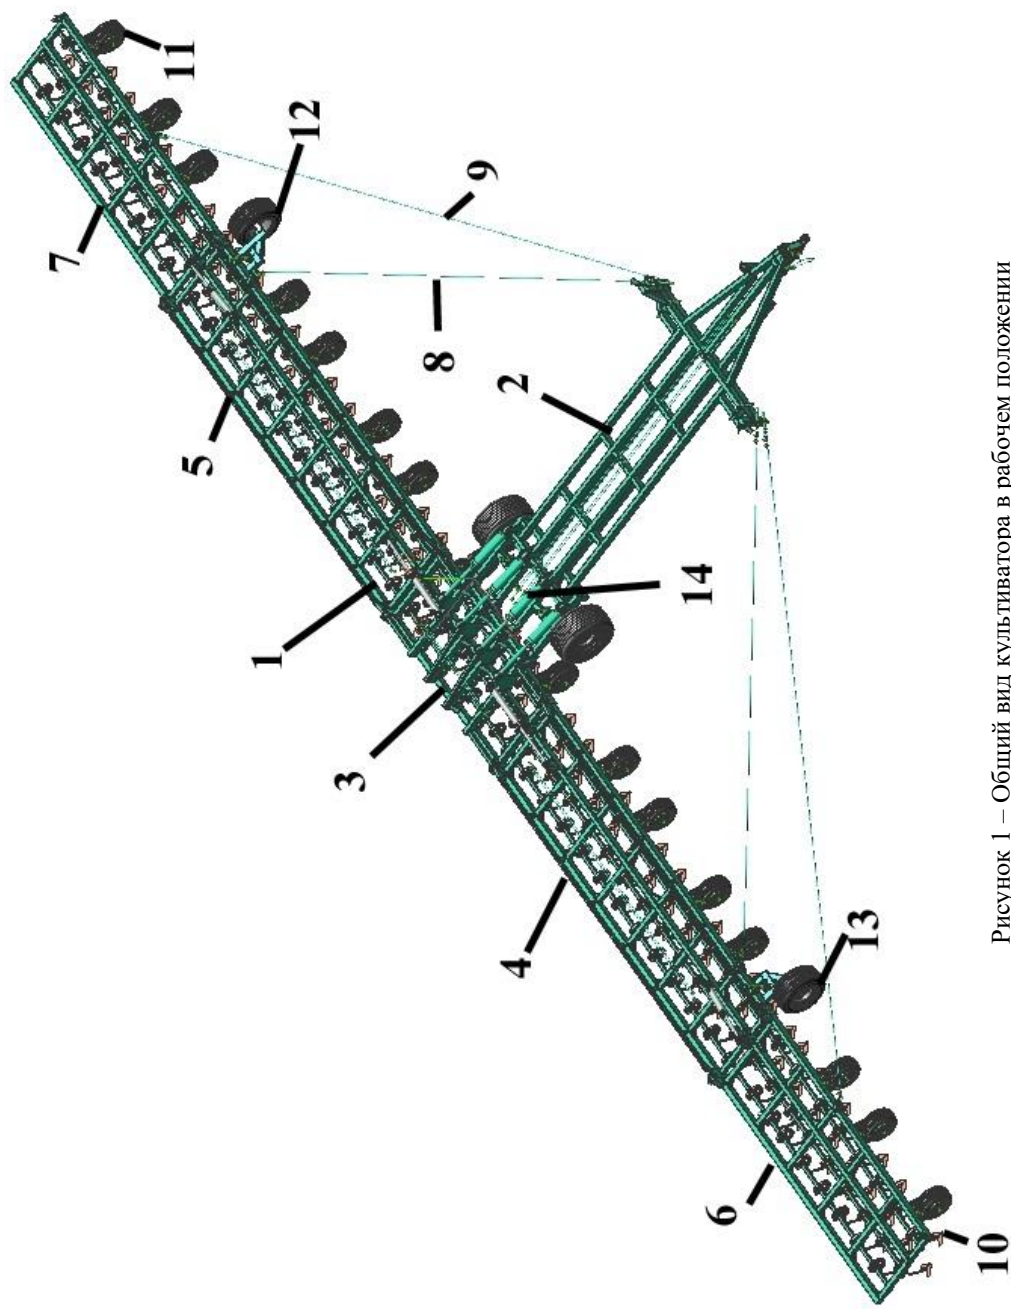

Рисунок 1 – Общий вид культиватора в рабочем положении
3.1 Культиватор КПМ-20/22/24 представляет собой прицепную машину, состоящую (рисунок 1) из рабочего полотна 1, транспортной тележки 2, стяжек крыла 8 и открылка 9, гидросистемы 14.
3.2 Рабочее полотно состоит (рисунок 1) из центральной секции 3, крыла правого 4, крыла левого 5, открылка правого 6 и открылка левого 7. На рабочем полотне установлены копирующие колёса 11 с винтом регулировки глубины обработки, опорные колёса крыльев 12 и 13, а также рабочие органы 10.
4.1.6 Установить растяжки крыла и открылка и подтянуть с помощью винтов (см. рис.1).